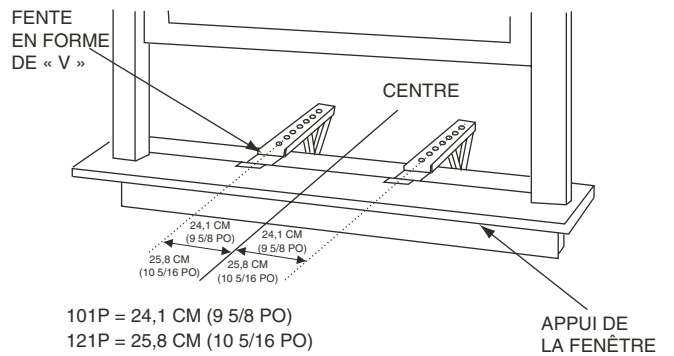

FIGURE 12 — EMPLACEMENT DU SUPPORT SUR L'APPUI DE LA FENÊTRE
- Mesurez la largeur de l'appui intérieur de la fenêtre et faites une marque au centre. Pour les appareils 73KC_101P, la fente en forme de V des supports doit être placée à 9 5/8 po (24 cm) du centre sur les deux côtés. Pour les appareils 73KC_121P, la fente en forme de V des supports doit être placée à 10 5/16 po (25,8 cm) du centre sur les deux côtés. Consultez la Figure 12. Installez les deux assemblages de support sur l'appui de la fenêtre à l'aide d'une vis de 3/4 po (1,87 cm) (comprise). Pour l'installation, les trous dans les assemblages de support doivent être alignés sur les trous du fond du caisson.